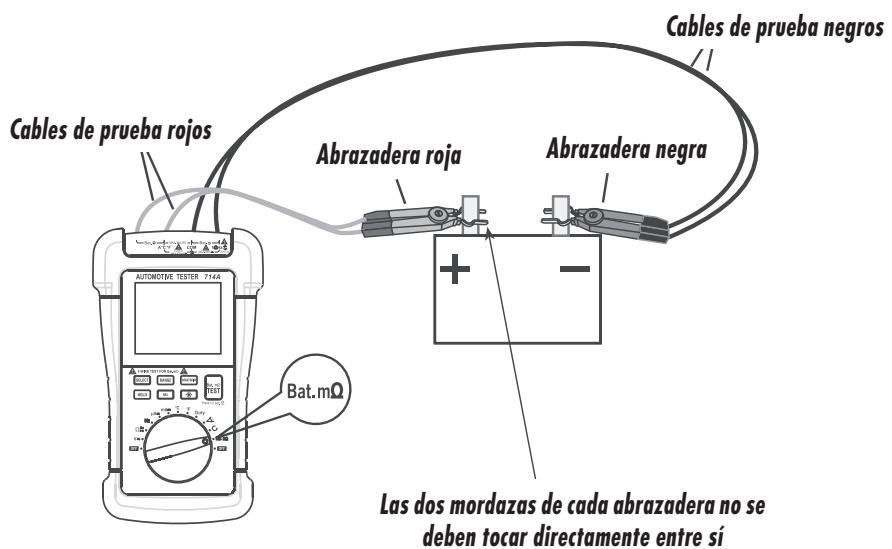

figura 8
2. Ver la figura 8, insertar los enchufes de los dos cables de prueba rojos en los dos terminales "**Bat.**" + y los enchufes de los dos cables de prueba negros en los dos terminales "**Bat.**" -.
Poner la abrazadera roja al terminal positivo de la batería y la abrazadera negra al terminal negativo de la batería (figura 8).
Nota: Para una medición exacta, las dos mordazas de cada abrazadera no se deben tocar entre sí directamente (figura 8).